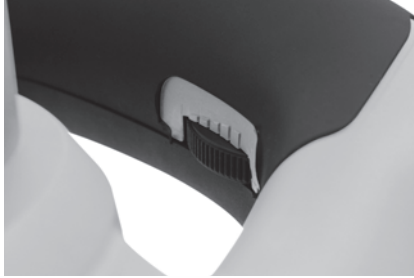

Fig. 5 - Seletor de velocidade eletrônico
- Além do seletor de velocidade mecânico, o MISTURADOR DE ARGAMASSA MAV 1600 VONDER possui um sistema de ajuste de velocidade eletrônico que possibilita ao usuário ajustar a melhor velocidade para cada operação desejada. O ajuste de velocidade eletrônico deve ser realizado através do botão mostrado na Fig. 5.